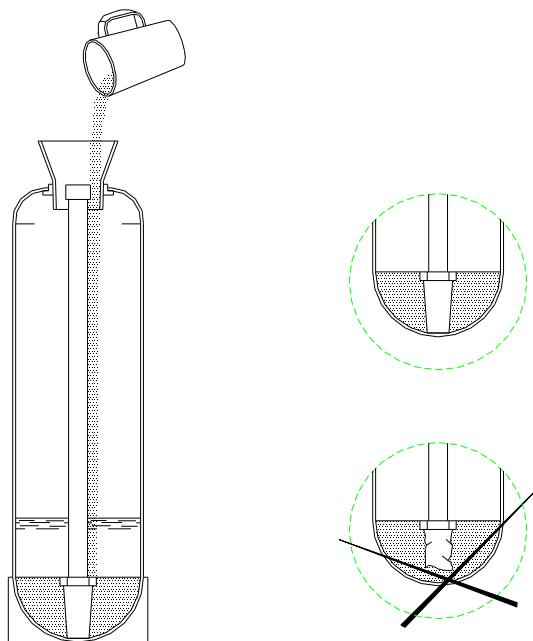

Рисунок 3 — Порядок загрузки фильтрующего материала в корпус фильтра
8.7 Засыпать в корпус через воронку требуемое количество гравия. **ВНИМАНИЕ:** ПОСЛЕ ЗАГРУЗКИ ГРАВИЯ НИ В КОЕМ СЛУЧАЕ НЕ ВЫТАСКИВАТЬ ВЕРТИКАЛЬНЫЙ КОЛЛЕКТОР ИЗ КОРПУСА! Это может привести к поломке дренажного колпачка в результате попадания гравия в его посадочное место на дне корпуса (см. рисунок 3).